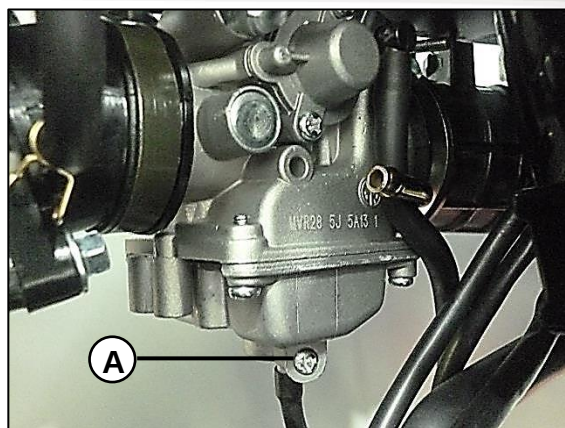

Fig.02
- Con un destornillador, gire el tornillo (A) de drenaje del carburador en dirección contraria a las manecillas del reloj unas cuantas vueltas. **Fig.02**